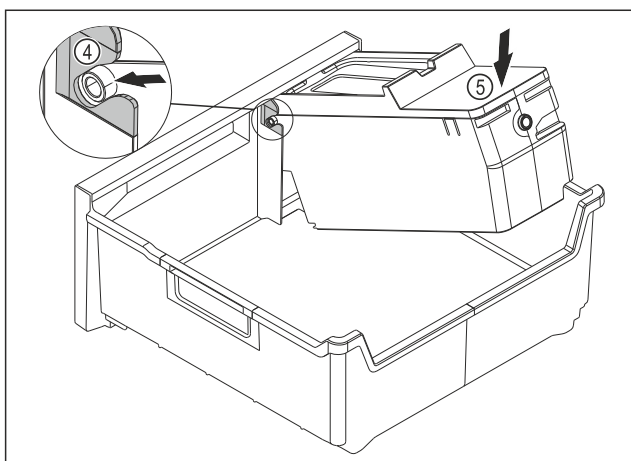

Fig. 145
- ▶ Монтаж на корпуса на EasyTwist-Ice: Вкарайте осите на корпуса на EasyTwist-Ice във водачите Fig. 145 (4).
- ▶ Натиснете надолу корпуса на EasyTwist-Ice Fig. 145 (5) отзад.